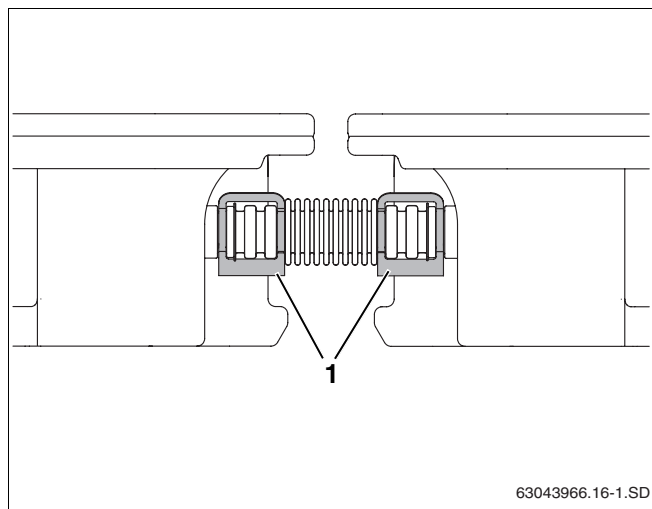

Fig. 50 Raccordo per tubo ondulato fissato con graffie
- Fissare ciascun tappo di chiusura con una graffia e ciascun raccordo per tubo ondulato con due graffie (fig. 50, **pos. 1**).